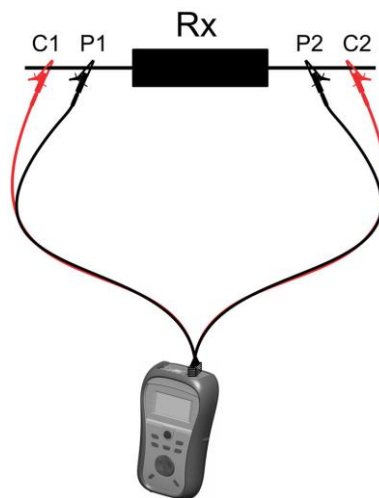

Abbildung 6.3 Anschluss für Widerstandsmessung
- Schließen Sie den Prüfling an das Instrument an (siehe Abbildung 6.3).